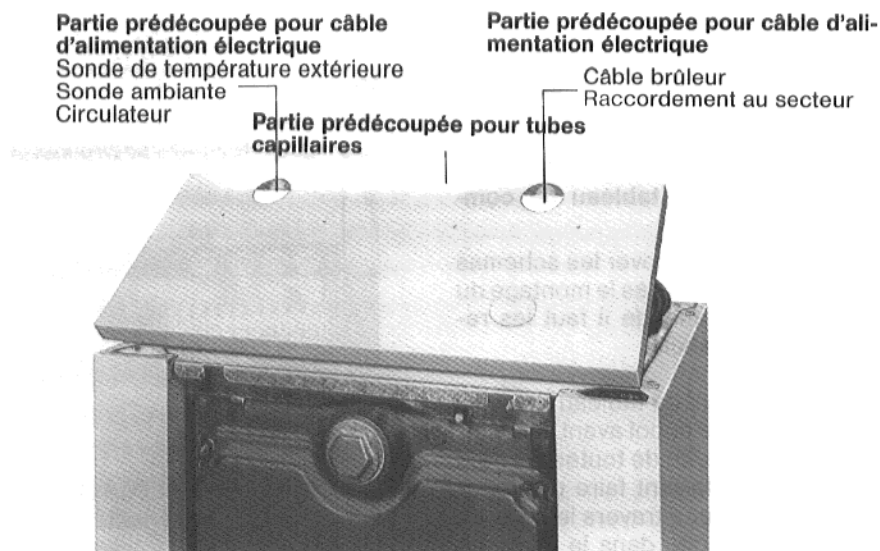
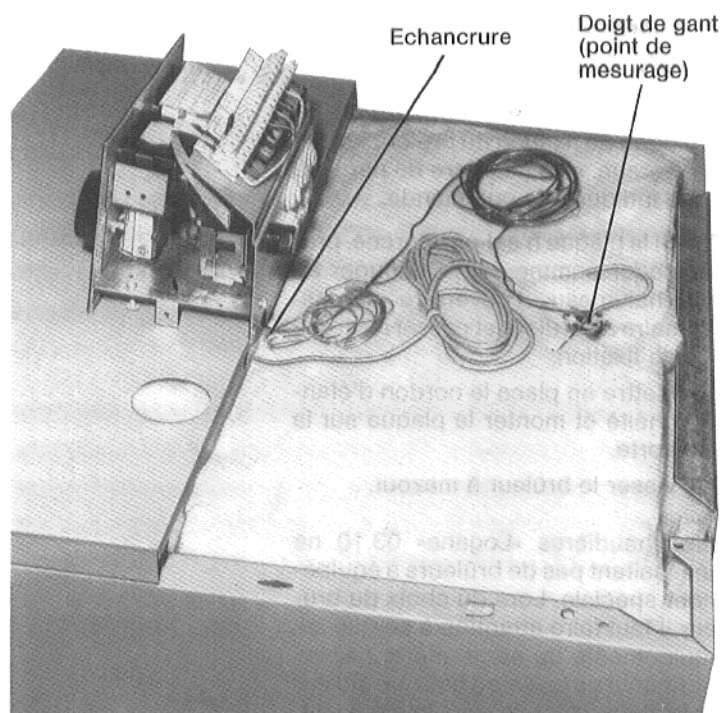

Fig. 9
Fig. 18
5.6 Défoncer les parties prédécoupées à droite et à gauche du capot de chaudière avant pour y mettre le câble d'alimentation électrique ainsi que les tubes capillaires (Fig. 9).
5.7 Faire passer le câble brûleur à travers l'ouverture de la partie avant du capot de chaudière (Figs. 9 et 10).
5.15 Tous les câbles à disposer sur place doivent être amenés à travers les orifices passe-câble. Ensuite passer le câble au-dessus du calorifugeage et tirer par le bas à travers les orifices se trouvant dans le capot avant de chaudière vers le socle du tableau de commande (Figs. 9 et 15).
Relâcher le capot arrière de chaudière. Défoncer la partie découpée du capot avant de chaudière pour les tubes capillaires (Fig. 9). Etancher le doigt de gant dans le point de mesure à l'élément arrière (Fig. 18). Dérouler les tubes capillaires. Boulonner le tableau de commande sur le capot avant, pour ce faire enlever le couvercle du tableau de commande. Disposer les tubes capillaires dans l'échancrure du capot avant de chaudière (Fig. 18).